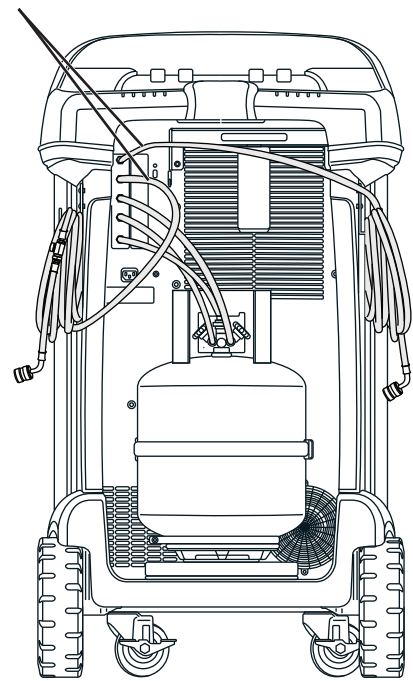

Figure 13
2. Enroulez les flexibles de service et les ranger sur les crochets situés de chaque côté de l'appareil. Reportez-vous à la Figure 13.